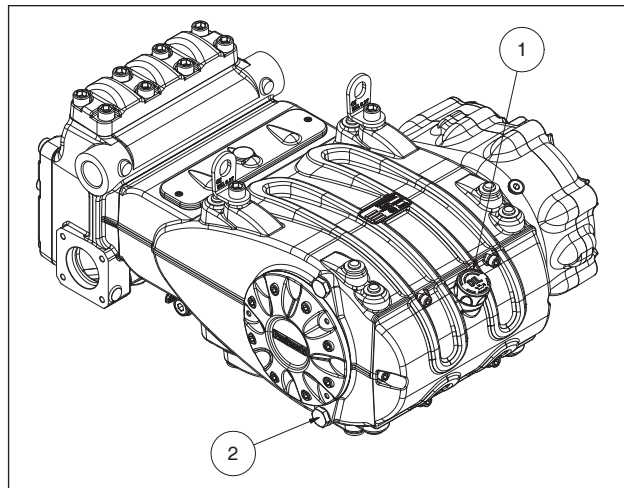

Fig. 3
Controllare il livello dell'olio tramite l'apposito tappo con asta livello olio dotata di tacche di minimo e massimo ①, Fig. 3. Se necessario rabboccare fino a ripristinare il livello.
Il cambio dell'olio va eseguito con pompa a temperatura di lavoro rimuovendo il tappo pos. ②, Fig. 3.
Predisporre l'impianto in modo tale da non superare in nessun caso i **115°C** (239°F) di temperatura dell'olio durante il funzionamento della pompa. Utilizzare una sonda di temperatura da infilare all'interno del tappo scarico olio pos. ② Fig. 3. Vedere manuale "PROTEZIONE ANTIDEFLAGRANTE ATEX".